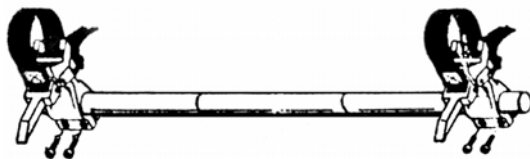

Рис. 6.7. Монтажная разъёмная штанга
- трех сочленяющих трубок и двух хомутов с ремнями – монтажная разъемная штанга (рис. 6.7);